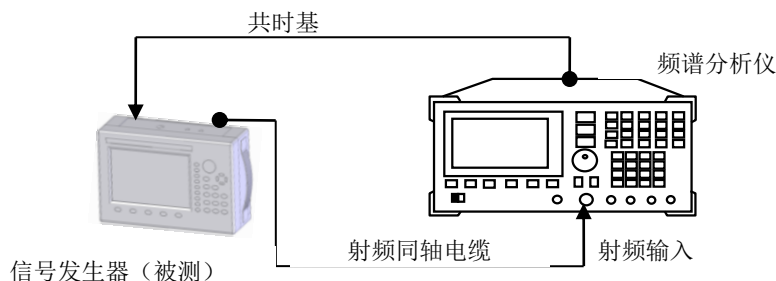

图 7-3 谐波寄生测试
- 按图 7-3 连接设备。开机复位，预热至少 30min。
**测试框图:** 同图 7-3。
- a) 按图 7-3 连接设备。开机复位, 预热至少 30min。